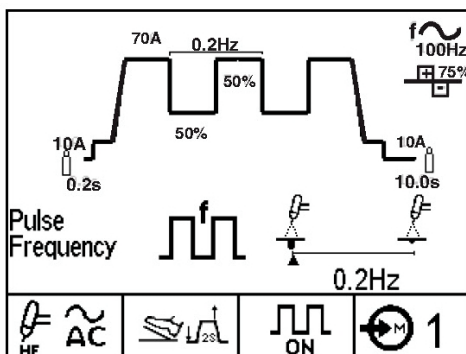

Figure B.4c
- Pulse TIG (voir Figure B.4c)
2. L'**affichage des paramètres** montre que le symbole du paramètre ainsi que sa valeur sont affichés. Pour changer la valeur, tourner l'encodeur. Certains paramètres comme la fréquence AC ont un symbole qui montre l'effet dans l'arc de soudage en fonction de la valeur préréglée. Lorsque ces paramètres sont ajustés, le symbole bouge pour montrer l'effet du paramètre. La figure B.4c montre en exemple l'affichage de l'effet du réglage de la fréquence de pulsation. Voir en tableau B.1, la liste des symboles.